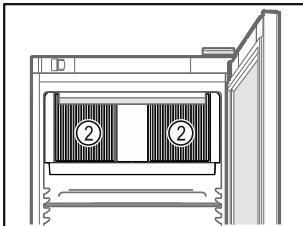

Fig. 49
- Oslobođite ventilacijske proreze Fig. 49 (2) za ventilator optočnog zraka u unutrašnjosti.